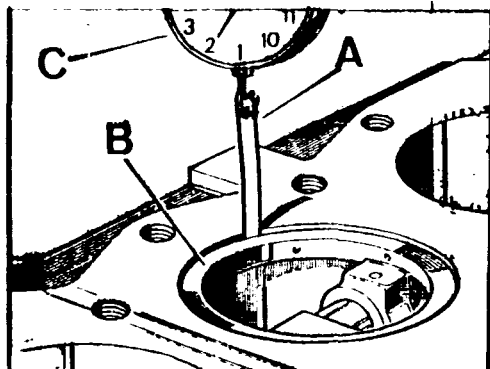

Fig. A1-104 Comprobación del juego del pistón
2.1. En el caso de que quiera comprobarse el juego entre pistón y cilindro, introducir una galga, A (Fig. A1-104) 0,11/0,13 mm. de espesor, a lo largo del lado derecho del cilindro y seguidamente introducir el pistón correspondiente al cilindro en posición invertida, B, de tal manera que el eje del bulón quede paralelo al eje del motor. Introducir el pistón hasta que la falda ocupe la posición del segmento superior. Conectar un dinamómetro al orificio de la galga y sujetando el pistón proceder a la extracción de la galga, debiendo ofrecer una resistencia de 0,5 a 2 kgs.